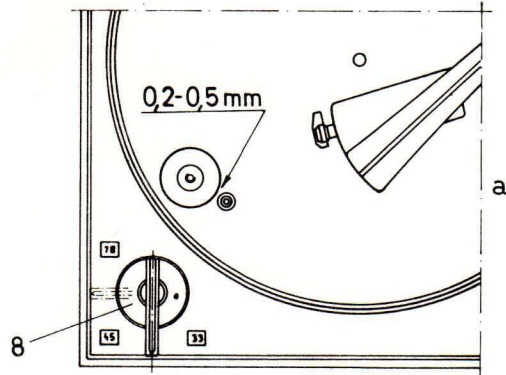

Fig. 8
INJUSTERING AV SPEL MELLAN DRIVRULLENS 78-VARVSAVSATS OCH MELLANHJULET. FIG 8.
SPELET SKALL, DÅ VREDET (8) FIG 8 STÅR I LÄGE 33, VARA 0,1 - 0,6 MM. JUSTERAS GENOM BOCKNING AV URKOPPLINGSARMEN (11) ELLER START- OCH STOPPARMEN (12) ELLER BÅDA.